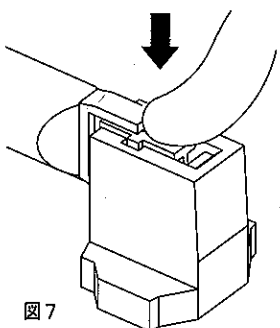

図7
2. ランプのセラミック部(白い部分)を片側ずつ指で押し込んでください。(図7)